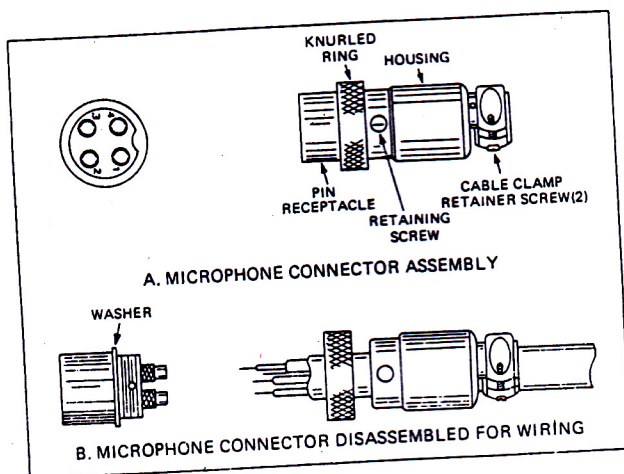

Fig. 4.
- 4/. Pasar el cable del micrófono a través del chasis. Fig. 4